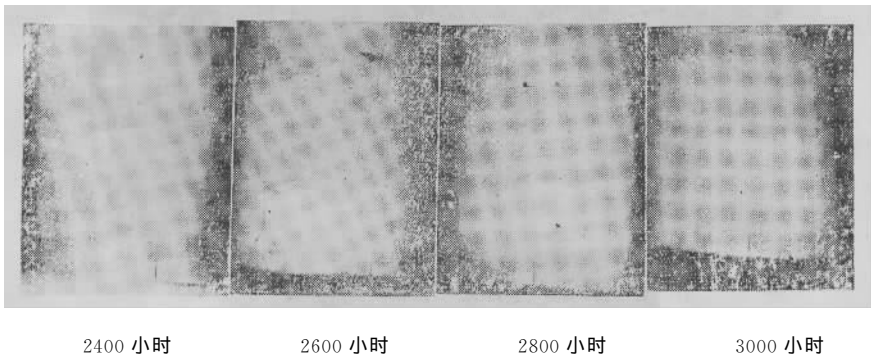

图4 不同飞行小时的裂纹扩展情况
7.12.2 应注意不同飞行小时检验结果的对照分析,长度有增长的磁痕为裂纹。图4为不同飞机小时的裂纹扩展情况。